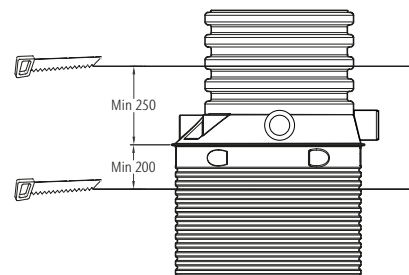

Fig. 11
- 10 Såga av halsen till rätt längd och montera den runda $\varnothing 16$ mm packningen i det nedersta spåret på halsen (fig. 11) samt stoppringen i andra spåret ovanför.